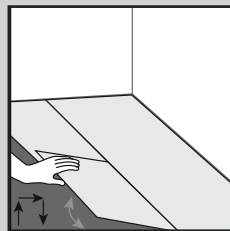
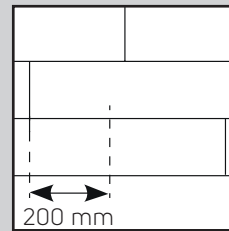
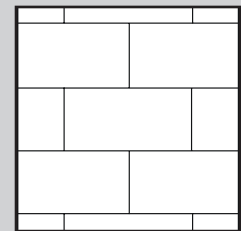

Fig. 3
Fig. 3a
Fig. 3b
4. Comience la segunda fila de manera que la lengüeta encaje en la hendidura, sujetando el tablón en ángulo (aproximadamente a 30°) y, a continuación, empuje con firmeza el tablón/baldosa hasta que encaje en la hendidura de la primera fila. Instale el siguiente tablón/baldosa acoplado la lengüeta y la hendidura por el lateral largo (Fig. 3). Las baldosas y los tablon/baldosa deben instalarse escalonados de manera que nunca coincidan cuatro esquinas. (Fig. 3a y Fig. 3b).